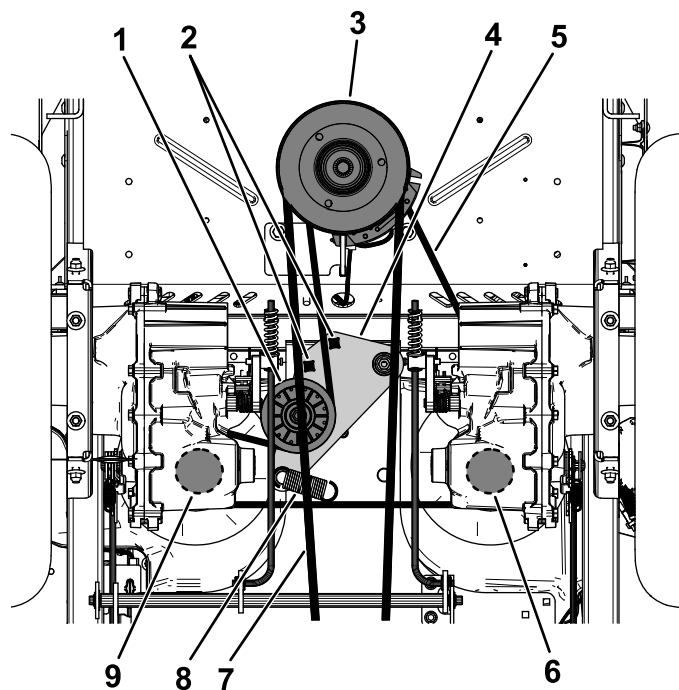

Figura 80
5. Utilice una llave de carraca de ½" o similar en uno de los orificios cuadrados del brazo tensor para aliviar la tensión del muelle tensor (Figura 80).
6. Retire la correa existente de la polea tensora, de las 2 poleas de transmisión de la bomba hidráulica y de la polea del motor (Figura 80).
7. Instale la correa nueva alrededor de la polea tensora, la polea del motor y de las 2 poleas de la bomba hidráulica (Figura 80).